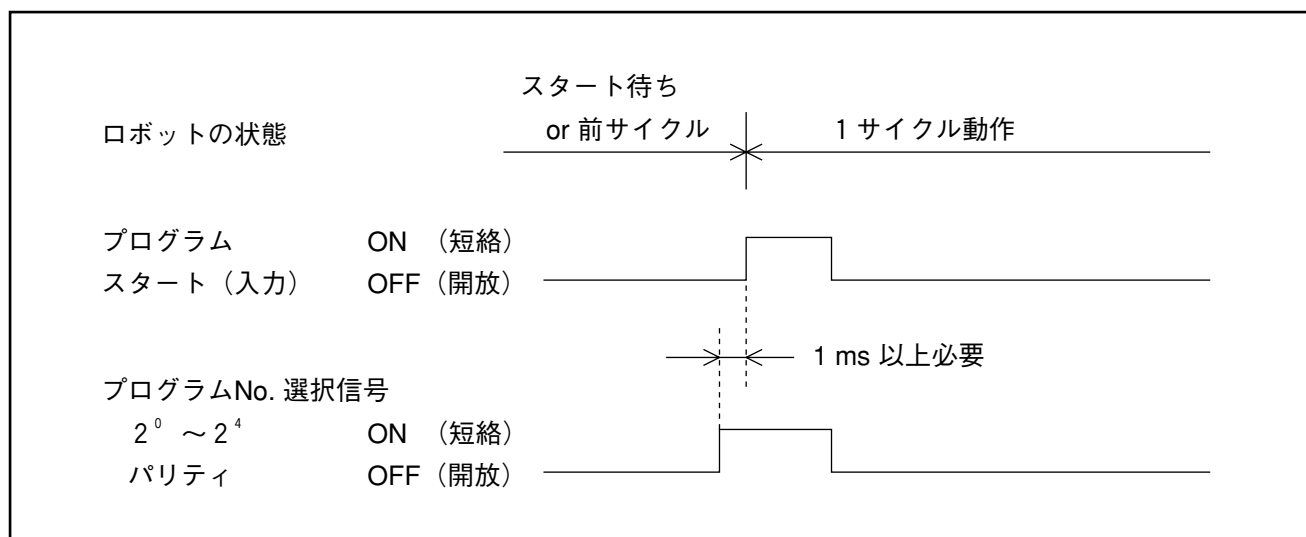

図4－14 プログラム No. 選択信号
(3) 入力条件と動作
①プログラムNo選択信号は次ページの表4－4に示すように $2^0 \sim 2^4$ とパリティビットの6ビットで構成されます。
②十進のプログラムNoを二進の $2^0 \sim 2^4$ とパリティビットに変えて入力します。
③短絡はビット値＝1、開放はビット値＝0を表し、パリティビットは奇数パリティです。
④プログラムNo選択信号は図4－14に示すようにプログラムスタートより必ず先（1ms以上）に入力し、ロボットがスタートするまで、状態を維持してください。